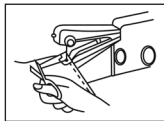

Abb. 5
- 6) Am Ende der Naht bringen Sie die Nadel mithilfe des Stellrads (siehe Abb. 1) in die oberste Stellung und ziehen Sie den Faden ca. 7,5 cm heraus. Dies geht am einfachsten mit dem Stiel eines Nahtrenners oder mit dem stumpfen Teil einer Schere (siehe Abb. 5).